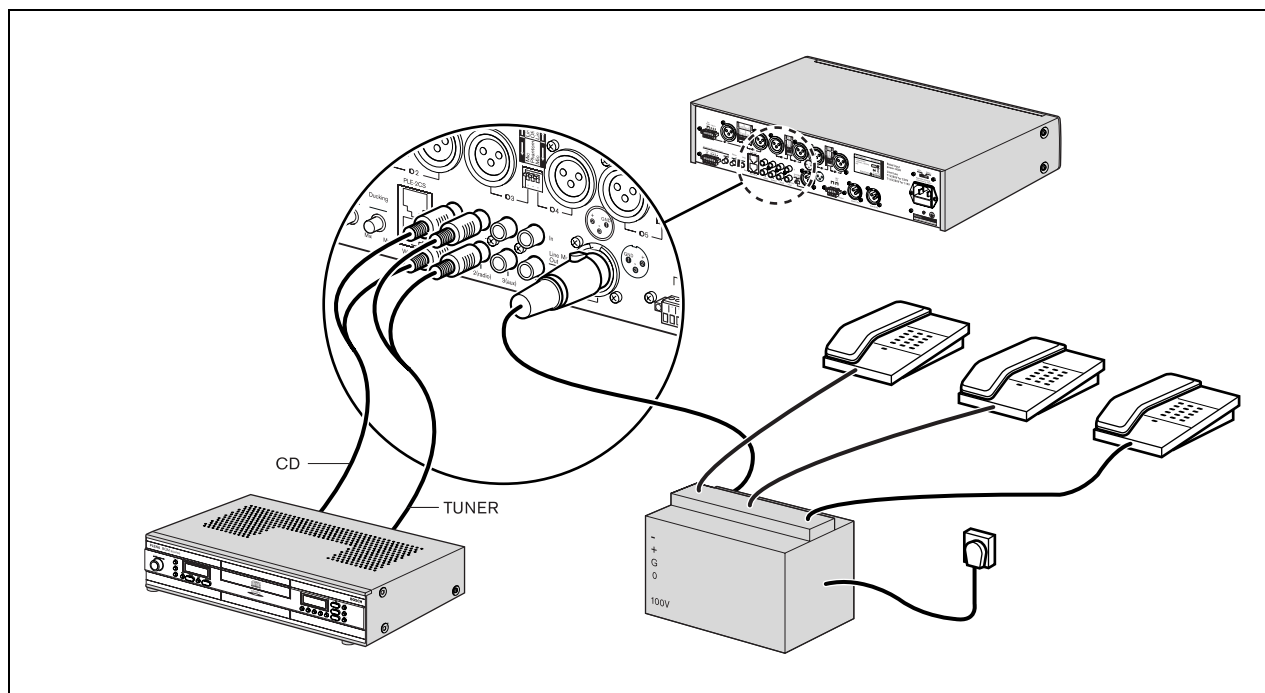

figure 4.9: Connexion d'entrées de sources musicales
Utilisez le connecteur de sortie principale musicale (23) pour fournir une source de sortie musicale dédiée pour un autre dispositif. Par exemple, la sortie musicale principale peut être connectée à un coupleur téléphonique afin que les appelants écoutent une musique lorsque leur appel est en attente (voir figure 4.9).
Utilisez l'insert d'entrée amp, présortie(21) d'un équipement de traitement de son externe (par exemple un égaliseur ou un supprimeur de contre-réaction acoustique Plena) pour la connexion entre le préamplificateur et l'amplificateur de puissance. Voir figure 4.9.